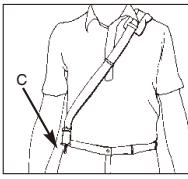

Fig. 8A
- Forbind seleklemmen (C) til ringen (D) på skafet (Fig. 8A og 8B).